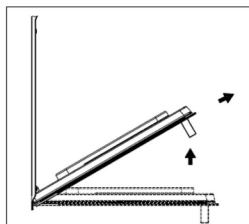

Fig. 2
A questo punto, chiudendo leggermente lo sportello, è possibile sollevarlo estrarlo dai ganci (A) come mostrato in fig. 2.